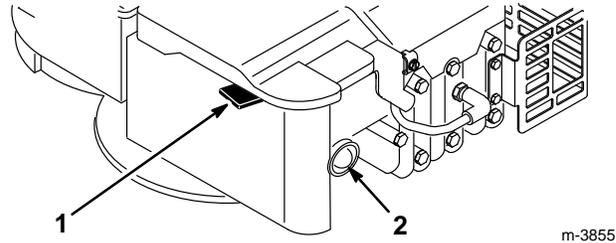

Figure 6
La commande des gaz se trouve sur le moteur (Fig. 6).
1. Placer la manette des gaz sur la position FAST (Fig. 6).
3. Appuyer trois (3) fois sur l'amorceur (Fig. 6). **Attendre environ deux (2) secondes entre chaque actionnement.**